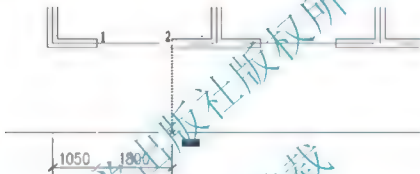

图 3.41 用【连续】标注第二条尺寸
① 在指定第二条尺寸界线原点或 [放弃(U)/选择(S)] 选择 : 提示下, 捕捉④轴线和窗洞口右侧的交点 (2 处), 但不单击, 将光标轻轻地向下拖至辅助线上, 出现交点捕捉后 (图 3.41), 单击。